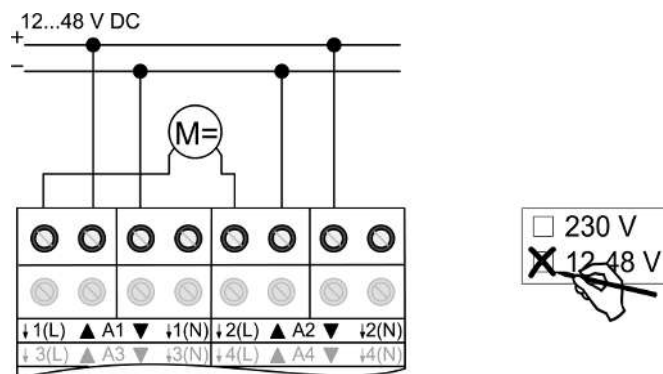

Figura 7: Collegamento di motori DC
- Collegare i motori (Vedi figura 7).
- Indicare l'impiego **12-48 V** sull'etichetta (Vedi figura 7).